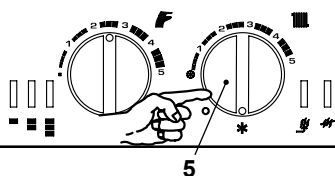

Figura 8.9
- Posizionare il selettore 5 come indicato in Figura 8.9 per uscire dalla programmazione, oppure togliere alimentazione elettrica alla caldaia.